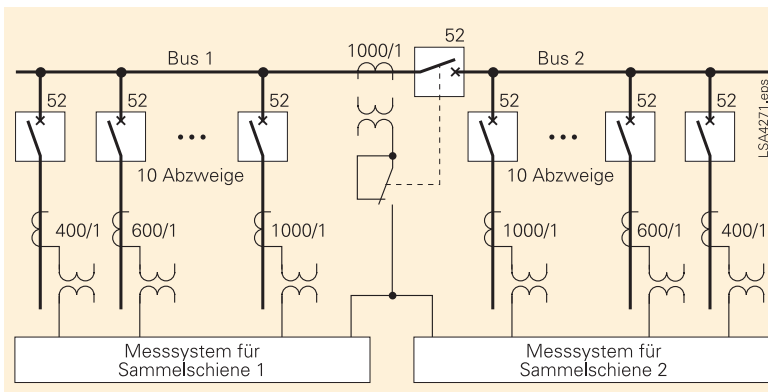

Bild 5 Einfachsammschiene mit Längskupplung
3.2. Einfachsammelschiene mit Längskupplung, bei der ein Leistungsschalter sowie Stromwandler in der Längskupplung verwendet werden. Siehe Bild 5.